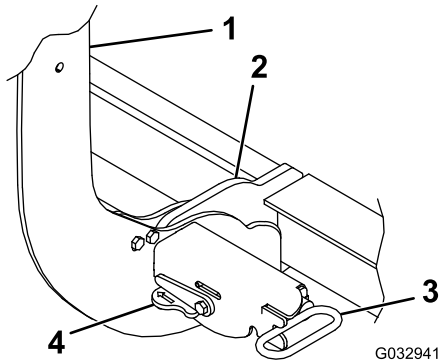

Figure 37
4. Tournez les leviers sur les goupilles à ressort la position de DÉVERROUILLAGE (Figure 37).